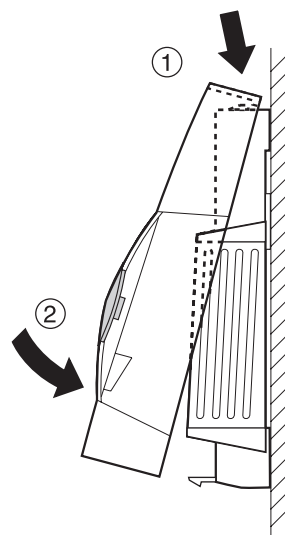

Bild 5: Gehäusedeckel aufsetzen
11. Setzen Sie den Gehäusedeckel oben an und rasten Sie ihn unten ein (siehe Bild 5).
8. Setzen Sie den Gehäusedeckel oben an und rasten Sie ihn unten ein (siehe Bild 5).